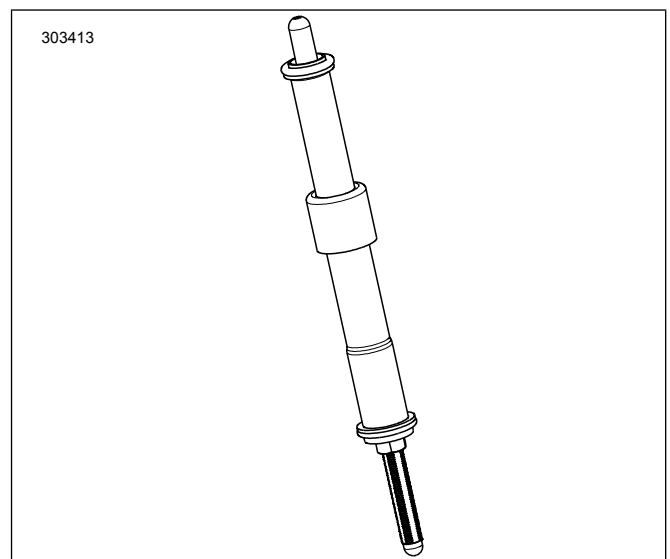

図4。プッシュロッドカバーに取り付けたプッシュロッド
7. 図4インテークプッシュロッドをプッシュロッドカバーに取り付けます。Oリング、ロアプッシュロッドカバー、スプリングカバーキーパーをキットの新品と交換します。プッシュロッドのアジャスター側を下にしてください。